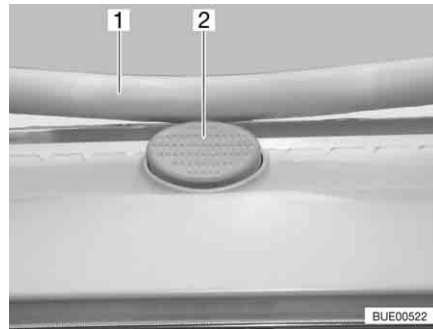

Fig. 116 Bouton de sûreté sur le lanterneau Heki
- Appuyer sur le bouton de sécurité (Fig. 116,2) et tirer l'étrier (Fig. 116,1) vers le bas avec les deux mains.
- Pousser l'étrier vers le haut avec les deux mains jusqu'à ce que ce dernier se trouve au-dessus du bouton de sûreté (Fig. 116,2).